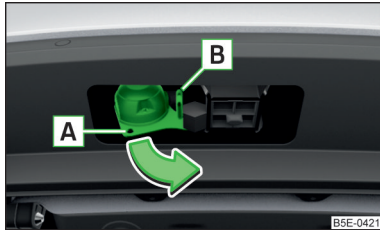

Abb. 186
- › Die 13-polige Steckdose im Bereich **A** fassen und in Pfeilrichtung ausschwenken » Abb. 186.
- › Den Stecker des Anhängers (des Zubehörs) in die 13-polige Steckdose **A** einstecken » Abb. 186. (Wenn der Anhänger/das Zubehör über einen 7-poligen Stecker verfügt, ein entsprechendes Reduktionsstück aus dem ŠKODA Original Zubehör verwenden).